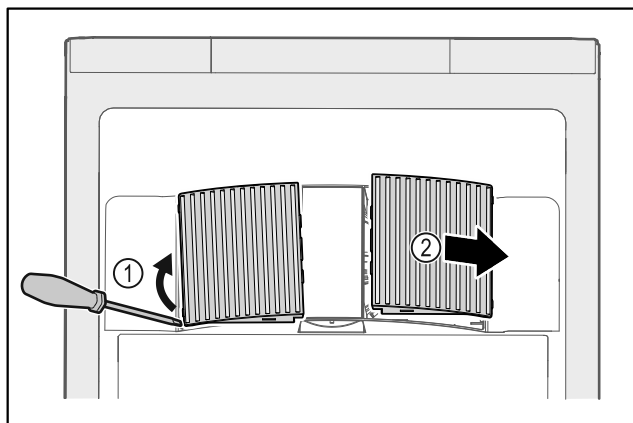

Fig. 141
- ▶ Opatrne vytiahnite kryty ventilátorov z bočnej strany Fig. 141 (1) a vyberte ich smerom dopredu Fig. 141 (2).